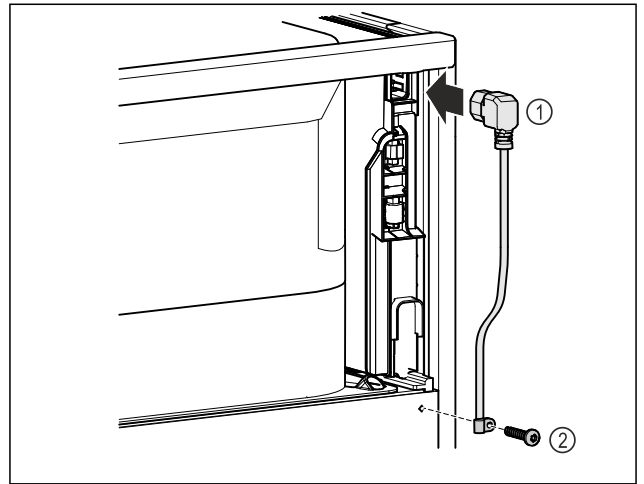

Fig. 13
- Kaltgerätebuchse der Netzanschlussleitung Fig. 13 (1) auf der Rückseite des Geräts einstecken.
- Zugentlastung montieren. Fig. 13 (2)